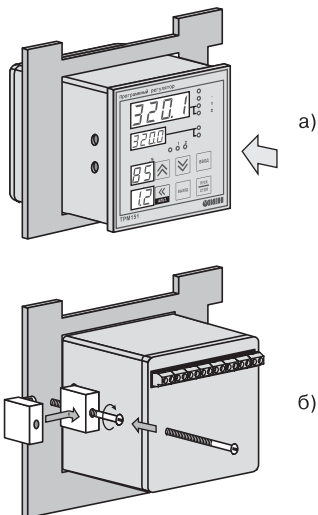

Рис. 11. Установка прибора щитового крепления
1. Вставьте прибор в специально подготовленное отверстие на лицевой панели щита (см. прил. А и рис. 11, а).
2. Вставьте фиксаторы из комплекта поставки в отверстия на боковых стенках прибора (рис. 11, б).